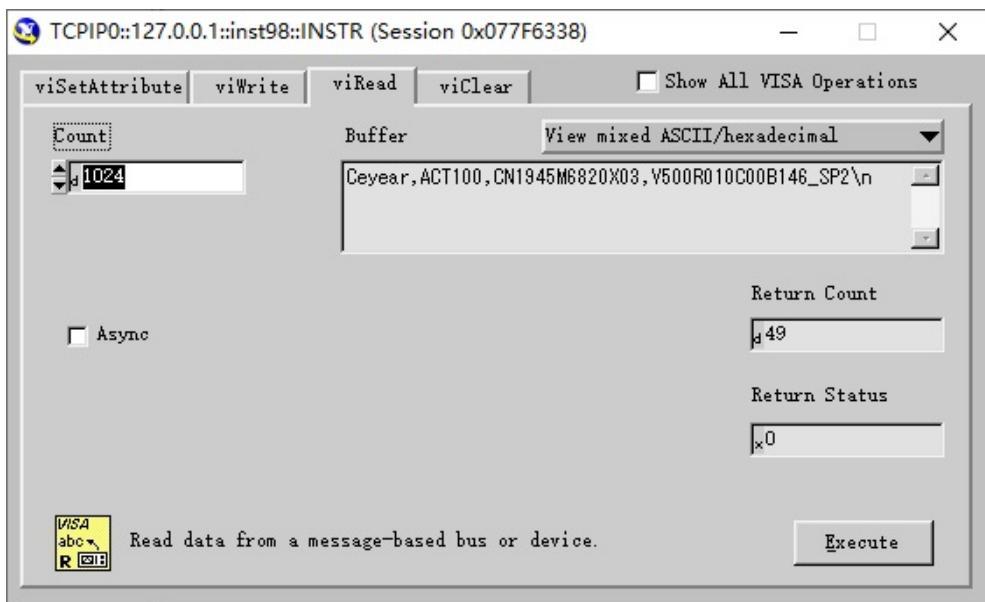

图 7.10 接收执行指令
8.点击 viRead 属性页，再点击右下角的“Execute”，执行指令，此时可以获取上一条命令返回的内容，如图 7.10 所示。